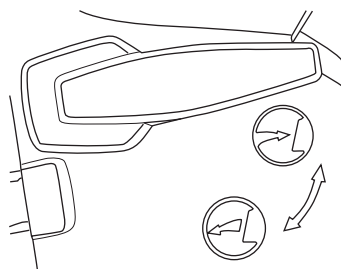

Fig. 11
1. Selecione o modo de funcionamento movendo a alavanca (5) para o respetivo símbolo.
2. Mova a alavanca (5) para a posição  para utilizar o produto como aspirador. (Fig. 11)